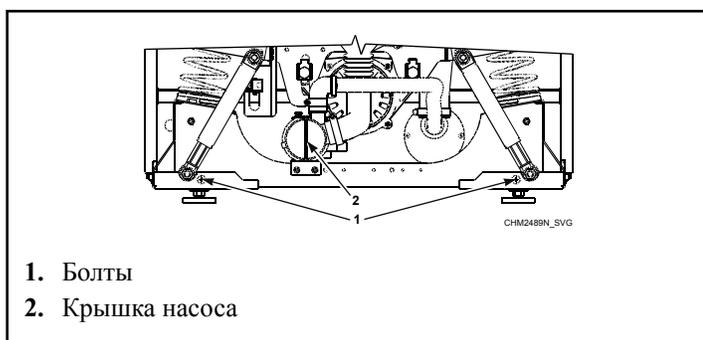

Рис. 42
- c. Выкрутите болты и снимите переднюю панель корпуса. См. Рис. 42 .